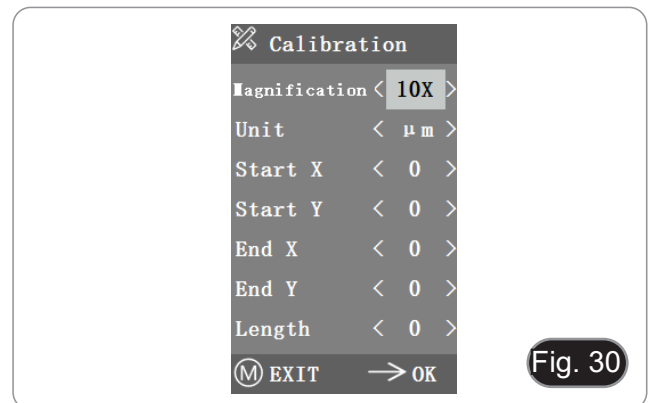

Fig. 30
3. Tras entrar en el menú Calibración, aparece el cuadro de diálogo de la Fig. 30.